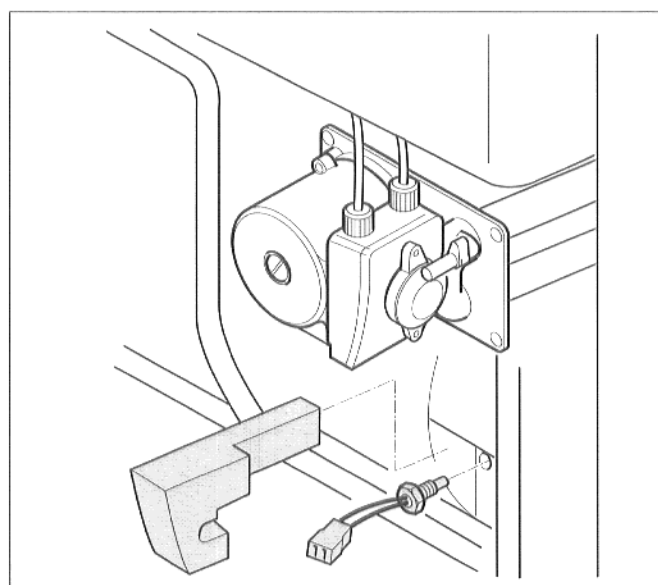

Abb. 25 Warmwassersensor tauschen, nur Linea-Kombi 23
- Isolier-Element herausziehen (Abb. 25, Pos. 1).
- Steckverbindung am Kabel zum Warmwassersensor auseinanderziehen (Abb. 25, Pos. 2).